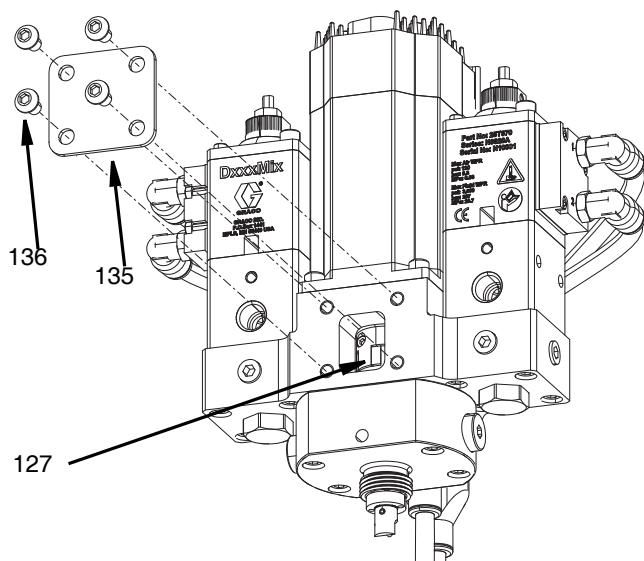
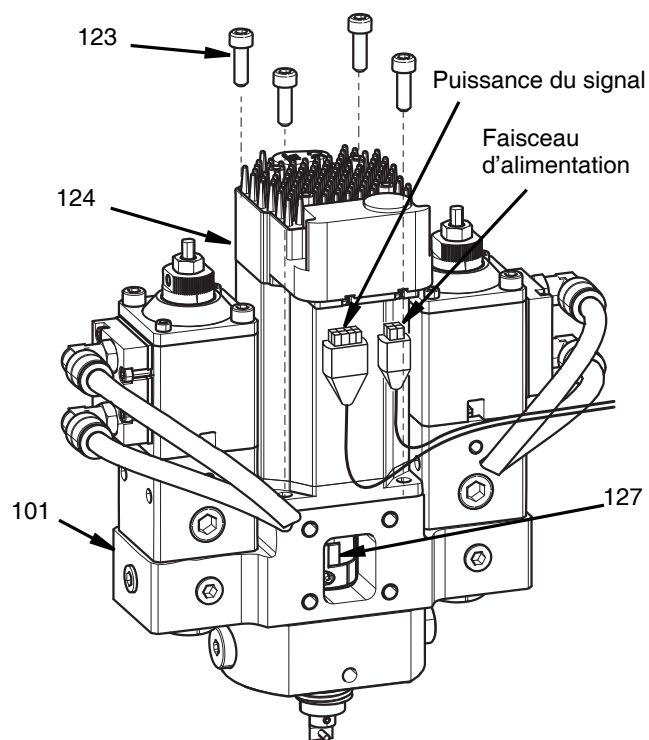

FIG. 31
FIG. 34
2. Retirer le couvercle du raccord (135) en retirant les quatre vis M6 (136) avec une clé Allen de 5 mm.
3. Desserrer la vis de serrage de la partie inférieure du raccord rotatif (127) avec une clé Allen de 2,5 mm. Voir FIG. 31.
3. Retirer les quatre vis M6 maintenant le couvercle du raccord avec une clé Allen de 5 mm. Voir FIG. 31 à la page 40.
4. Desserrer la vis de serrage M3 de la partie supérieure du raccord (127) avec une clé Allen de 2,5 mm. **REMARQUE** : Ne pas utiliser de clé Allen à bout sphérique.
5. Retirer les quatre vis M5 (123) avec une clé Allen de 4 mm.
6. Retirer le moteur (124). Voir FIG. 34.